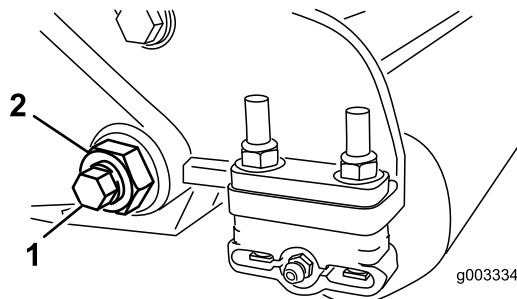

Рисунок 24
- С каждой стороны машины ослабьте контргайку, крепящую болт планки неподвижного ножа (Рисунок 24).
- Отверните каждый болт планки неподвижного ножа, чтобы можно было потянуть планку вниз и снять ее с режущего блока (Рисунок 24).